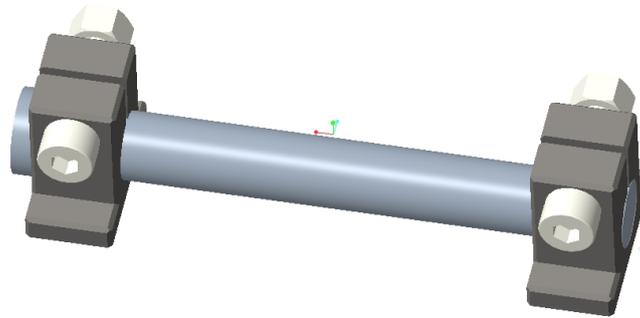
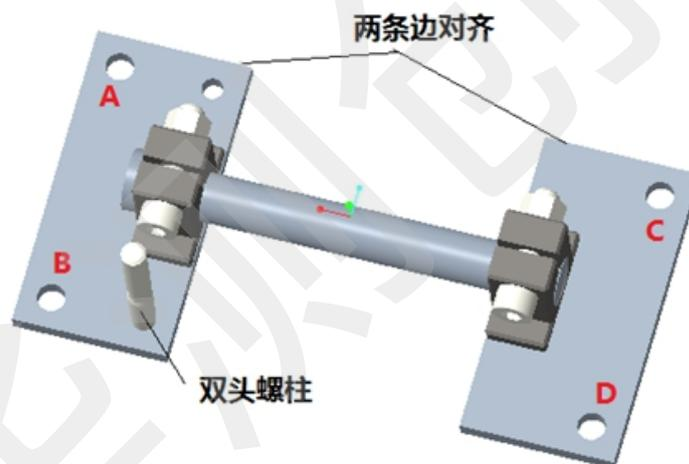
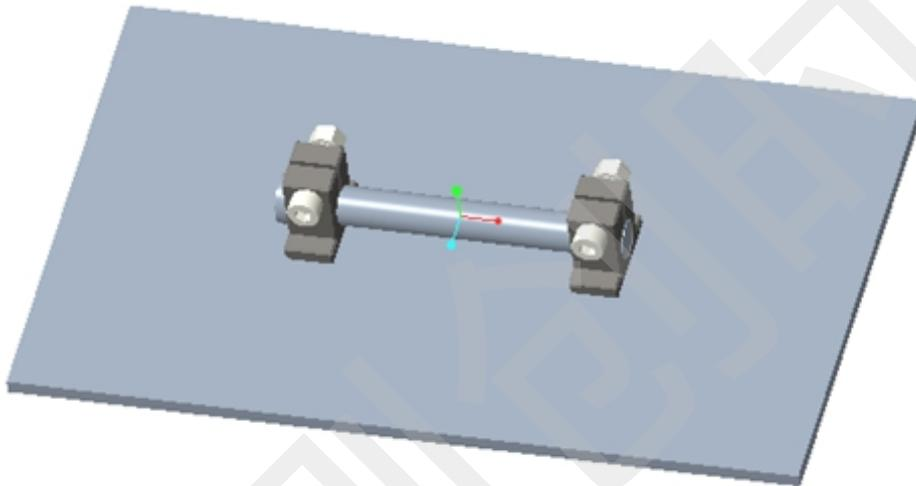

图 3 支座安装示意图
图 4 支座焊接示意图
图 8 支座焊接示意图
- 2、将辅助杆穿入两传感器支座内部，调节距离，辅助杆一端顶住支座，另一端与支座齐平，如图 3 所示；（支座螺母为防松螺母，此时不能拧紧）
- 2、将两块安装钢板按图 4 要求进行放置，将双头螺柱紧固在安装钢板螺纹孔处，然后将图 3 所示的传感器支座整体安放在两块安装钢板上，分别在传感器支座左右两侧进行焊接，焊缝长度需大于 1cm；
将图 4 所示安装好的部件安放在墙体上，在安装钢板 A、B、C、D 孔位对应的墙体上钻孔，钻孔直径需与自选的膨胀螺栓相匹配。用膨胀螺栓将安装钢板与墙体紧固。
- 3、将图 3 所示的传感器支座整体安放在安装钢板上，如图 8 所示，分别在传感器支座左右两侧进行焊接，焊缝长度需大于 1cm；